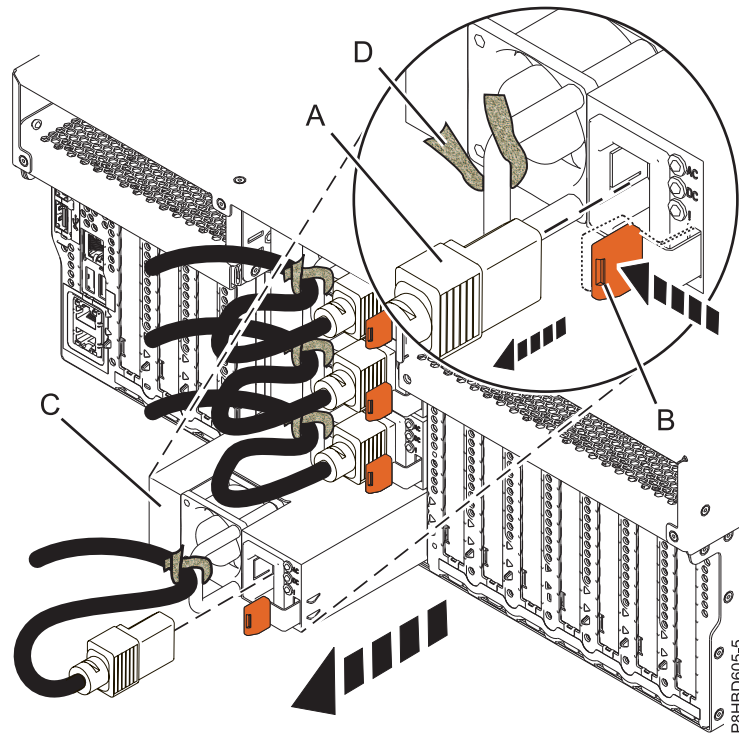
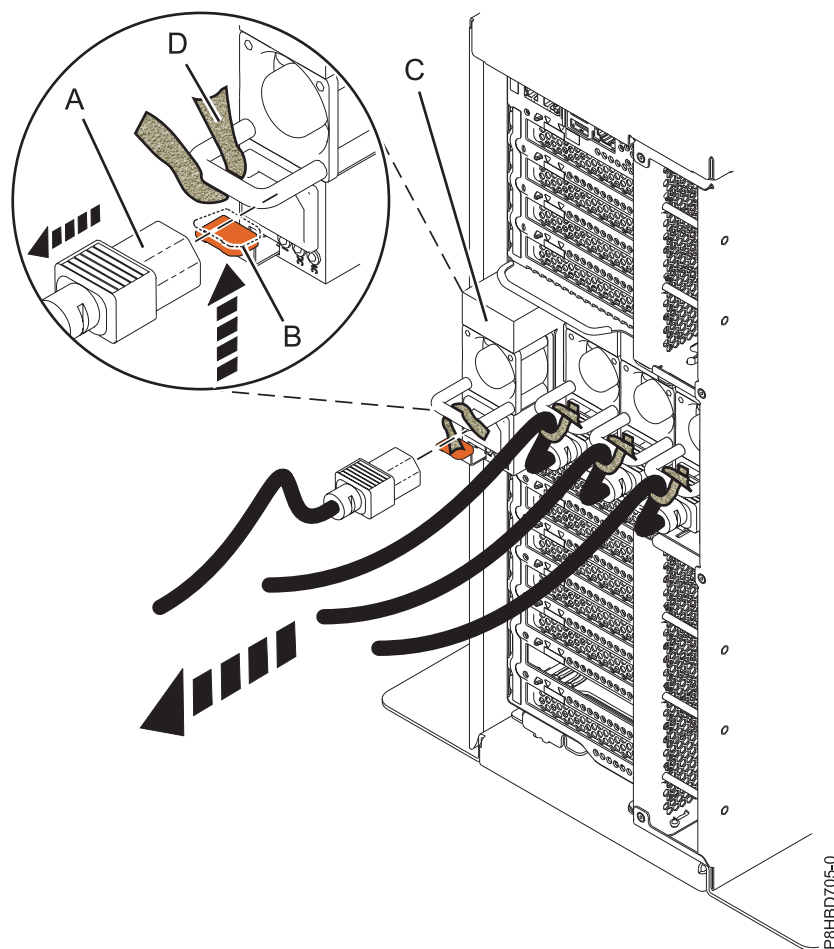

Abbildung 19. Ausbau eines Netzteils aus einem Einschubsystem
Abbildung 20. Ausbau eines Netzteils aus einem eigenständigen System
3. Kennzeichnen Sie das Netzkabel und trennen Sie es von dem Netzteil, indem Sie das Ende des Netzkabels (**A**) in der Richtung aus dem Netzteil ziehen, wie in Abb. 19 auf Seite 23 für ein Einschubsystem und Abb. 20 auf Seite 24 für ein eigenständiges System.
4. Um das Netzteil aus seiner Position im System zu entnehmen, drücken Sie die terrakottafarbene Sperrzunge (**B**) in die Richtung von Abb. 19 auf Seite 23 für ein Einschubsystem und Abb. 20 auf Seite 24 für ein eigenständiges System.
5. Um das am Griff befestigte Netzkabel zu lösen, öffnen Sie den Klettverschluss (D) und ziehen Sie das Netzkabel vom Netzteil (C) weg. Achten Sie darauf, dass der Klettverschluss (D) am Netzkabel verbleibt.
6. Ziehen Sie das Netzteil (C) vom System weg, wie in Abb. 19 auf Seite 23 für ein Einschubsystem und Abb. 20 für ein eigenständiges System.